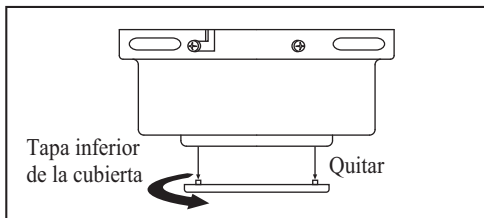

Figura 8
3. Retire la tapa inferior de la cubierta decorativa girándola en sentido contrario a las agujas del reloj. (Figura 8)